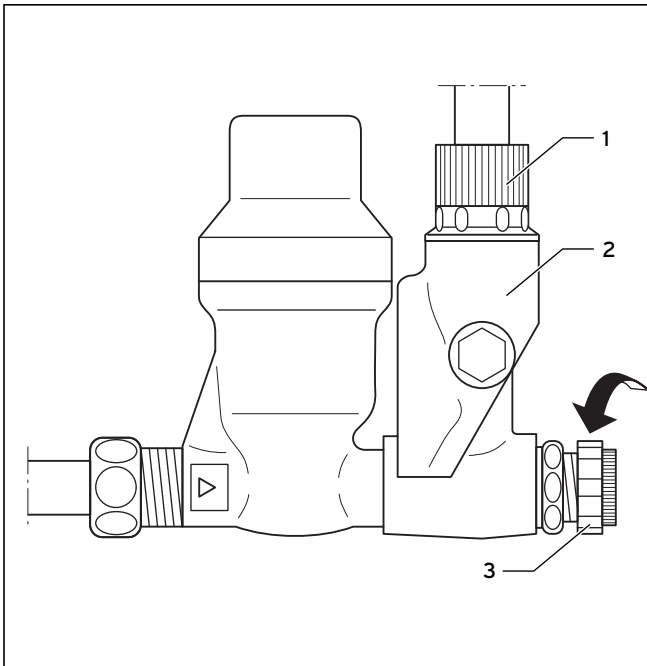

Abb. 4.1 Sicherheitsgruppe
- Abblaseleitung (2, Abb. 4.1) und Sicherheitsventil für das Speicherwasser.
Bei Undichtigkeiten im Warmwasserleitungsbereich zwischen Speicher und Zapfstellen schließen Sie bitte das Kaltwasser-Absperrventil (3, Abb. 4.1) und lassen Sie die Undichtigkeiten durch Ihren anerkannten Fachhandwerksbetrieb beheben.
Die Auslaufarmaturen, die Abblaseleitung (2, Abb. 4.1) sowie das auslaufende Wasser können bis zu 85 °C heiß werden.
Während der Beheizung tritt Wasser aufgrund seiner Volumenänderung aus der Ablaseleitung (**2**, Abb. 4.1) aus. Verschließen Sie deshalb nicht das Sicherheitsventil bzw. die Ablaseleitung!